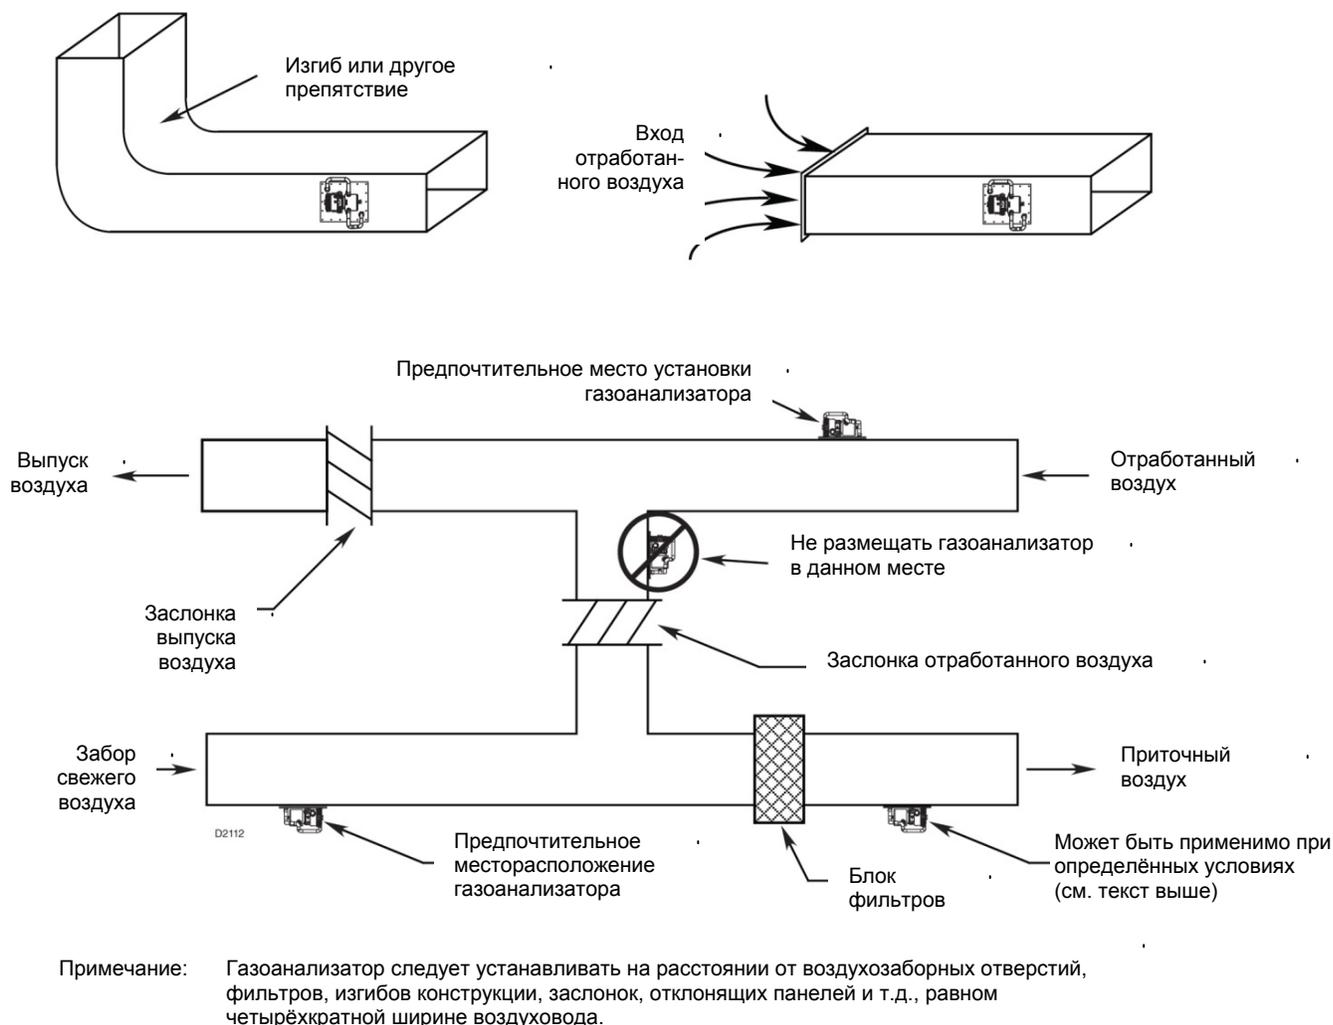

Рис. 3. Варианты размещения газоанализаторов в воздуховодных магистралях.
1. По возможности, рекомендуется размещать газоанализаторы после изгибов конструкции, заслонок или отклоняющих панелей, как показано на рис. 3. Такие расположения обеспечивают равномерный, нетурбулентный поток воздуха, а также однородный поток с точки зрения смеси газа в воздухе.
2. Газоанализаторы должны устанавливаться там, где заслонки не ограничивают доступ воздушного потока к газоанализатору, см. рис. 3.